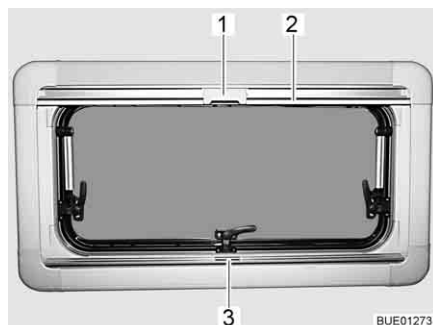
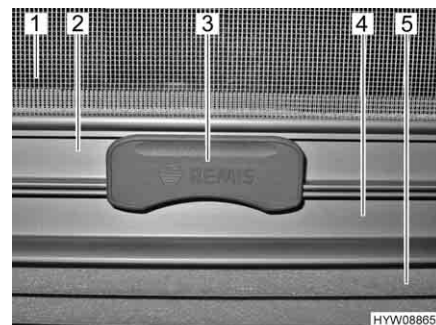

Fig. 63 Finestra apribile
Fig. 64 Aggancio
La tendina oscurante pieghevole (Fig. 64,5) è montata nella cassetta inferiore.
- Afferrare la tendina oscurante pieghevole per la parte centrale della barra di presa (Fig. 63,3 e Fig. 64,4), tirarla dal basso verso l'alto e rilasciarla nella posizione desiderata. La tendina oscurante pieghevole rimane in questa posizione.
La zanzariera a rullo (Fig. 64,1) è montata nella cassetta superiore.
- Tirare la zanzariera a rullo accompagnandola con la barra di presa (Fig. 63,2 e Fig. 64,2) verso il basso, fino a quando la barra di presa non arriva a contatto con la tendina oscurante pieghevole (Fig. 64,4).
- Bloccare l'aggancio (Fig. 63,1 e Fig. 64,3) della zanzariera a rullo nella barra di presa della tendina oscurante pieghevole. Se l'aggancio risulta bloccato, la tendina oscurante pieghevole e la zanzariera a rullo possono essere spostate insieme.
- Premere in alto l'aggancio (Fig. 64,3) sulla zanzariera a rullo.
- Ricondurre lentamente la zanzariera a rullo accompagnandola con la barra di presa (Fig. 63,2).